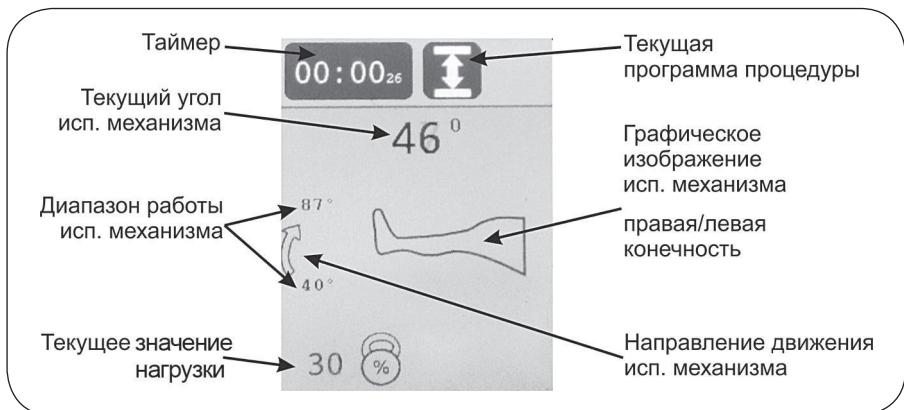

Рисунок 7.3 – Дисплей режима выполнения процедуры
7.1. Дисплей режима выполнения процедуры (см. рис. 7.3):
Запуск процедуры осуществляется кнопкой . Запуск возможен только когда отображается основной экран, при этом дисплей переходит в режим выполнения процедуры (см. рис. 7.3).
<p>Переключение нагрузки (схема блокировки) Мотор автоматически переключается на противоположное движение, когда сопротивление пациента (нагрузка) превышает заданное значение. Настраивается от 1% до 99% с шагом 1%. В случае, если после изменения направления движения нагрузка вновь превышает установленное пороговое значение достаточно длительное время, то система управления фиксирует состояние перегрузки моторедуктора и выдаёт сообщение об ошибке с соответствующим кодом. При установке значения, превышающего 99%, появляется значок ∞, означающий отключение функции. При этом на дисплее в режиме выполнения процедуры (см. рис. 7.3) отображается текущее значение нагрузки рядом с иконкой , функция переключения нагрузки не работает, мотор развивает максимальное усилие.</p> <p>⚠ ВНИМАНИЕ! Одинаковое установленное значение уровней блокировки для пользователей с разной массой отличается. Для каждого пользователя установка подбирается индивидуально.</p> <p>⚠ ВНИМАНИЕ! Переключение нагрузки (схема блокировки) является функцией безопасности, для защиты пациента в случае возникновения спазмов, судорог, блокады суставов и других аналогичных ситуаций. Производитель не несет ответственности за неправильное использование данной функции.</p>